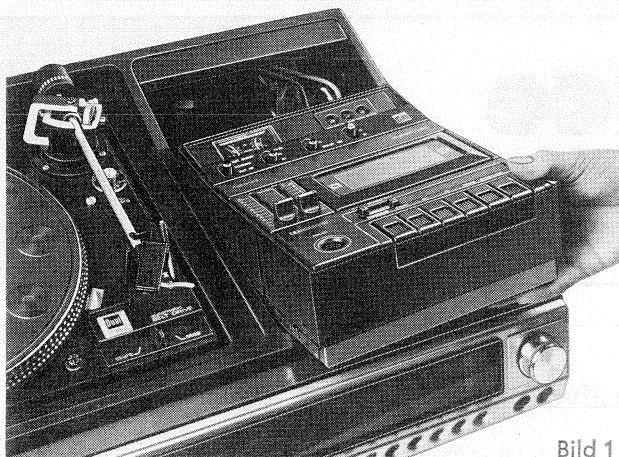

Bild 1
3. Steckverbindungen lösen (Bild 1).